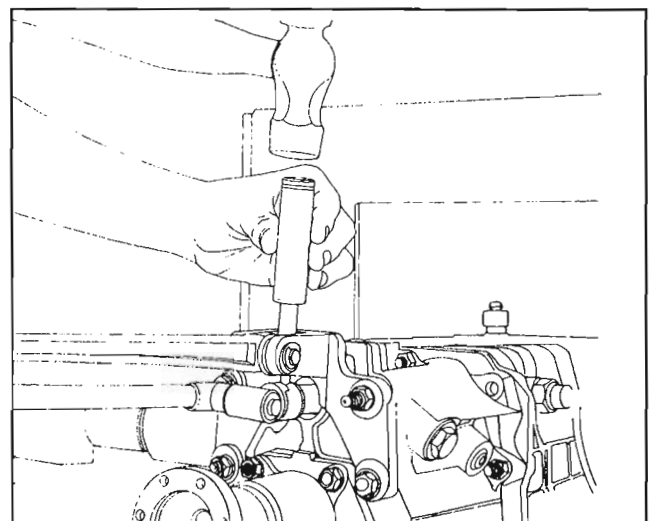

Fig. 113
Instale el pasador cilíndrico (171). Instale el clip elástico (170) en la ranura del yugo. *Fig. 113*